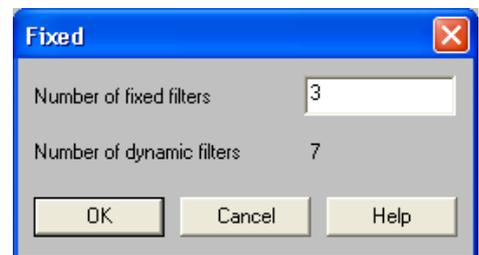

FIGURA 7-11: Cuadro de diálogo "Fixed"
2. Se visualiza el cuadro de diálogo "Fixed" como se ilustra a la derecha en la Figura 7-11.